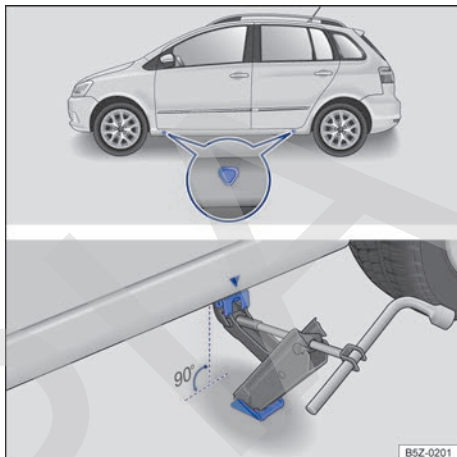

Fig. 184 Puntos de apoyo del gato y gato posicionado atrás en el lado izquierdo trasero del vehículo.
El gato únicamente puede ser posicionado en los puntos de apoyo indicados (marca en la carrocería) → fig. 184. Es válido el punto de apoyo ubicado próximo a la rueda correspondiente → ⚠.
6. Busque debajo del vehículo el punto de apoyo del gato → fig. 184 más cercano a la rueda que debe cambiar.
8. Garantizar que la base del gato, con toda su superficie, esté sobre el piso y que la base se encuentre perpendicularmente por debajo del punto de colocación → fig. 184.
9. Alinear el gato y, simultáneamente, levantar la garra del gato hasta que se encaje en el travesaño debajo del vehículo → fig. 184.
- Posicionar el gato únicamente en los puntos indicados. La garra del gato debe encajarse en el perfil del larguero de forma segura → fig. 184.